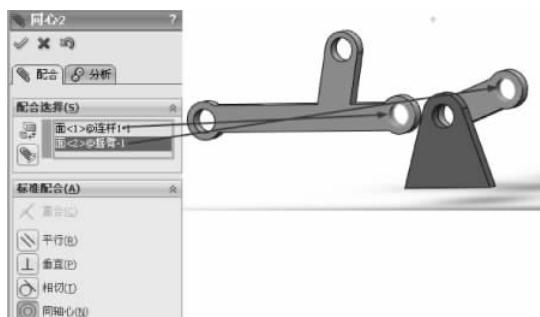

图 3-214 同轴心配合
(3) 单击【装配体】工具栏中的【配合】按钮 ，弹出【配合】的属性设置。选择【标准配合】选项组下的【同轴心】配合类型 ，在【要配合的实体】选择框 中选择如图 3-214 所示的面，其他保持默认，单击【确定】按钮 ，完成同轴心配合。